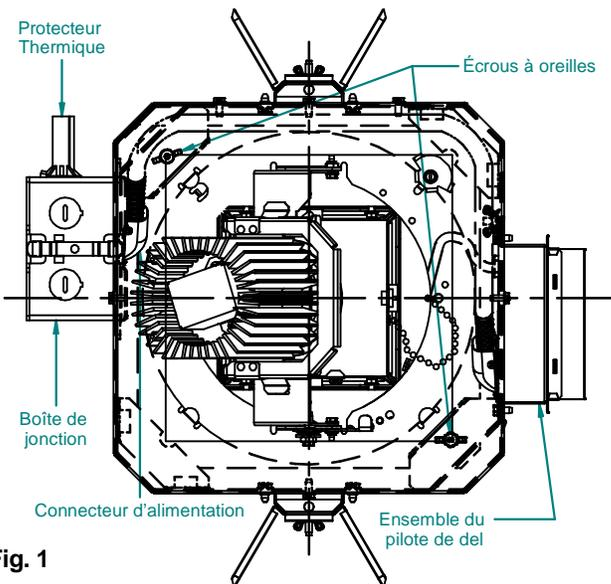

Fig. 1
3. Si l'alignement de l'ouverture carrée est requis, desserrer les deux (2) écrous à oreilles avec la garniture retirée. Aligner l'ouverture. Serrer les écrous à oreilles. (Voir fig. 1 et 2.)